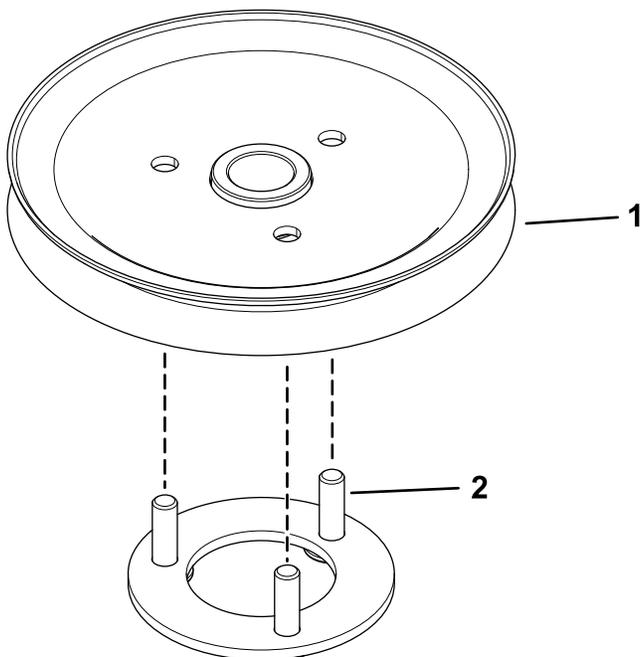

Figure 7
3. Insérez les goujons du plateau de support de la poulie dans les trous de la roue à gorge (Figure 7).